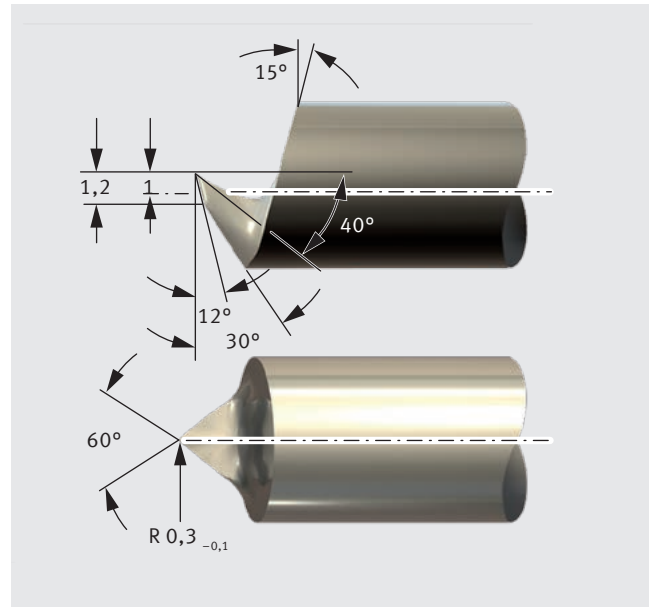

Fig. 67: Herramienta de corte para KS Permaglide® P22 y P202
- herramienta de metal duro (Fig. 67)